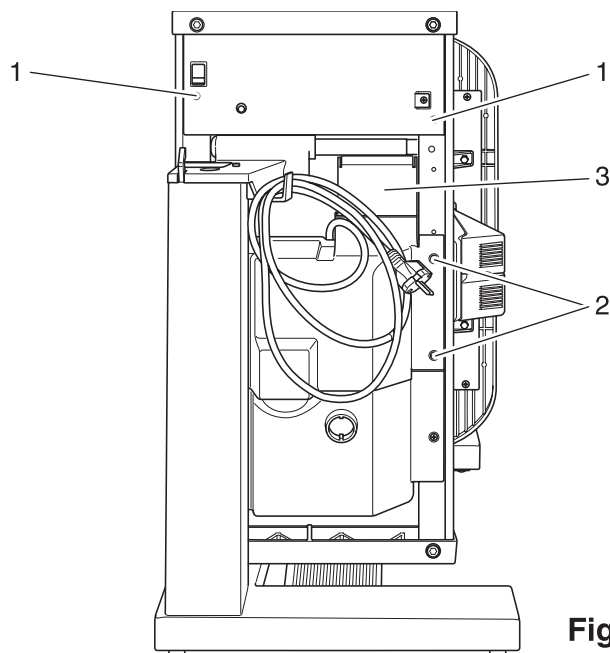

Fig. 13h
- Den Kabelschutz 3 einsetzen (Fig. 13h).
- Den Ironnette in Arbeitsstellung bringen und umklappen (Fig. 13h).